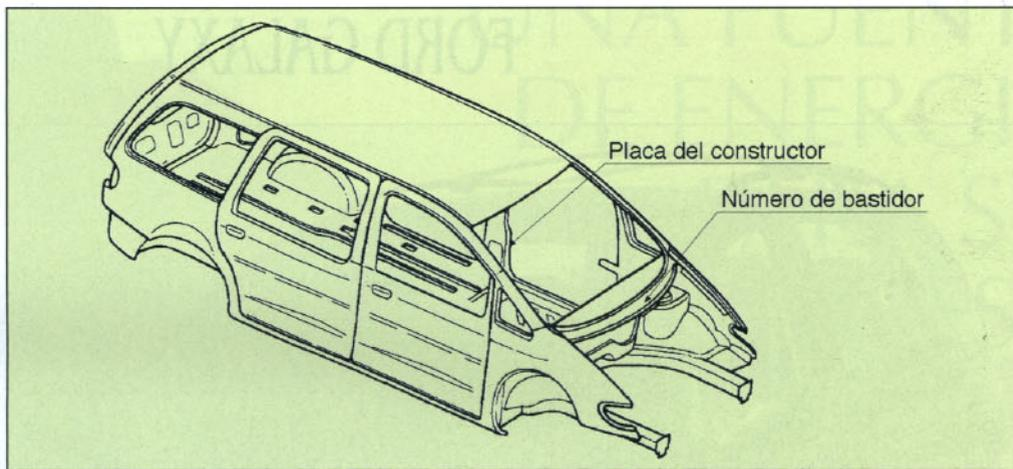

Figura 1. Situación de la identificación del vehículo.
• **El número de bastidor** se encuentra troquelado en la parte central superior de la chapa salpicadero, entre el motor y el compartimento de los pasajeros (figura 1).
• **La placa del constructor** se encuentra situada en el pilar central izquierdo (figura 1).